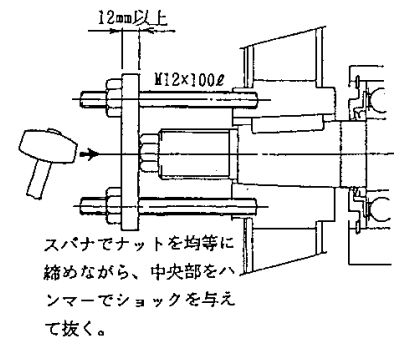

図 9-8
- ・ ドラムに M12 のタップ穴がありますので右図の要領でドラムを取り外してください。(図 9-8)